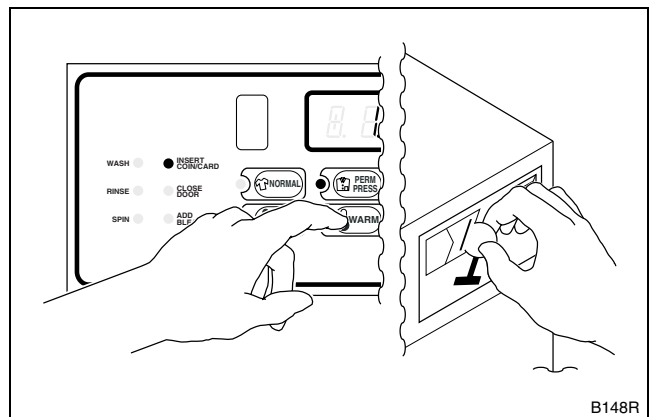

Figure 12
5. Choisir le cycle et la température. Se reporter à la *Figure 12*.
6. **Machines équipées d'un compteur de monnaie :** Mettre la monnaie. Se reporter à la *Figure 12*.